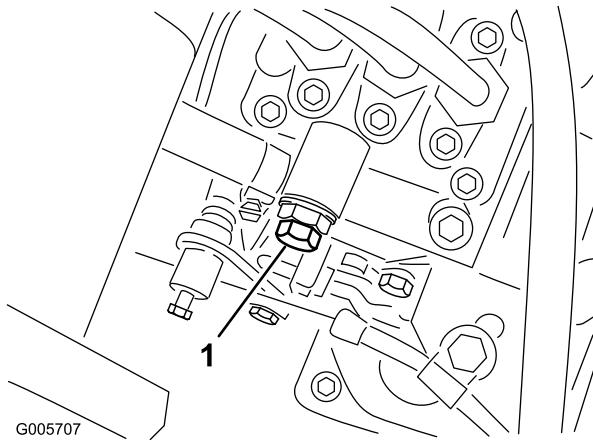

Bild 33
- Öffnen Sie die Entlüftungsschraube an der Kraftstoffeinspritzpumpe (Bild 33).